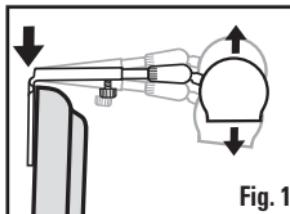

Fig. 1
- 1 Cuelgue de nuevo el cuadro o la obra gráfica en la pared. Dirija el cable de línea hacia abajo detrás del marco. Asegúrese de que la luz esté apagada y fría cuando intente hacer cualquiera de estos ajustes. Para ajustar el ángulo de la luz para cuadros, puede doblar el brazo hacia arriba o hacia abajo en el ángulo trasero (Fig. 1). Para ajustar la posición de la luz para cuadros, afloje el tornillo de ajuste (Fig. 2). Puede extender la posición de la luz tirando del tubo del cuello más hacia fuera del brazo de montaje. Reapriete el tornillo de ajuste después de que haya hecho los ajustes. Usted puede girar el reflector según sea necesario (Fig. 3).